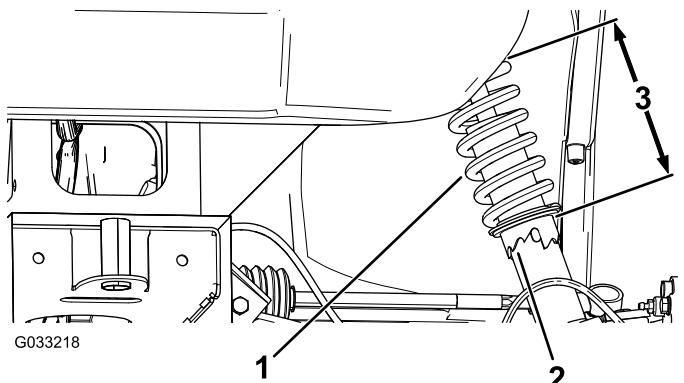

図 46
2. キャンバの調整が必要な場合には、スパナレンチでショックアブソーバのカラーを回してホイールを整列させる図 46。